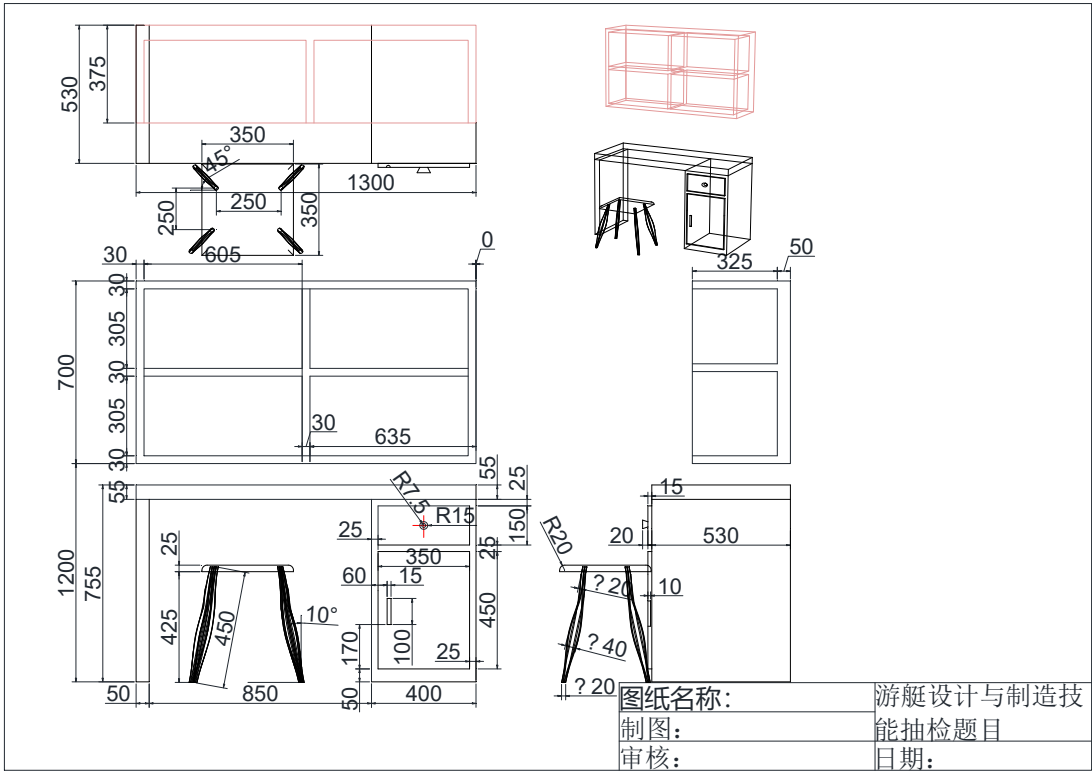

图 H2-9 游艇室内书桌壁柜与凳子组合创建
- 2) 根据图 H2-9 及提供的素材 H2-9 所示尺寸完成家具建模；未注尺寸要求，达到效果即可。将建好的模型文件命名为“H2-9 建模”保存在考生文件夹中。